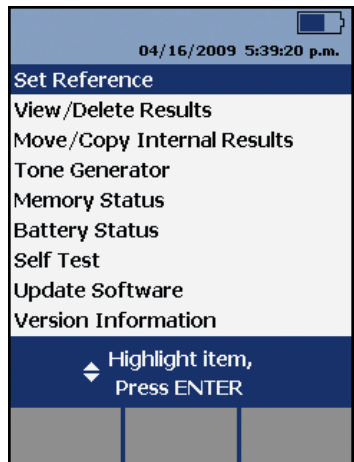

Figura 2c
- Passo A. Gire a chave rotativa para a posição 'Special Functions' e selecione 'Set Reference' (**Figura 2c**).